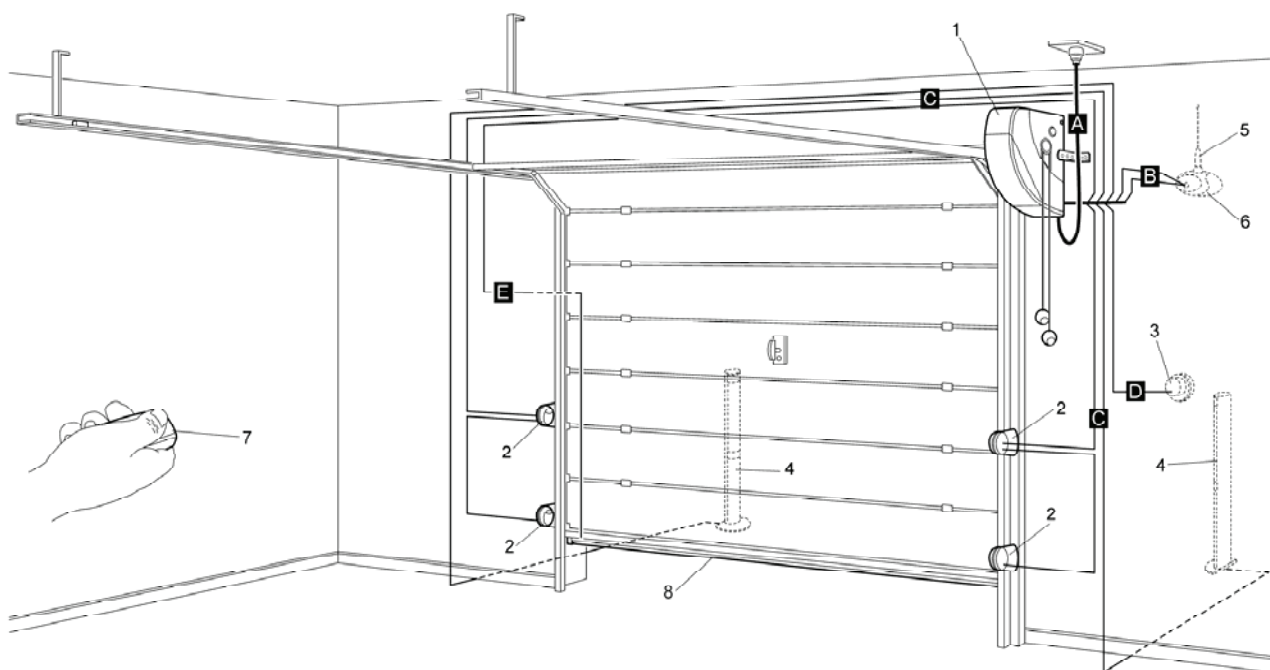

Fig. 3
4.1 SCHÉMA TYPIQUE D'INSTALLATION (voir Fig. 3)
La Fig. 3 illustre l'installation complète d'un opérateur Soon. Le dessin reporte les différents composants et les câbles nécessaires à leur connexion, le tout assemblé et positionné suivant un schéma typique et courant.
Légende des composants mécaniques de la Fig. 3 :
Légende des câbles électriques de la Fig. 3 :
4.3 POSE DES CÂBLES ÉLECTRIQUES (voir Fig. 3 et Tab. 1)
Quand l'installation des différents composants mécaniques est terminée, procéder à la pose de tous les câbles électriques nécessaires en se référant à la Fig. 3 qui montre la position
(Les lettres associées aux câbles sont les mêmes que celles de la Fig. 3)